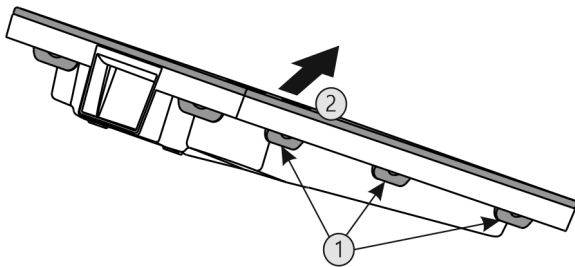

Fig. 49
- ▶ Presionar una tras otra todas las lengüetas Fig. 49 (1) y retirar la cubierta Fig. 49 (2).